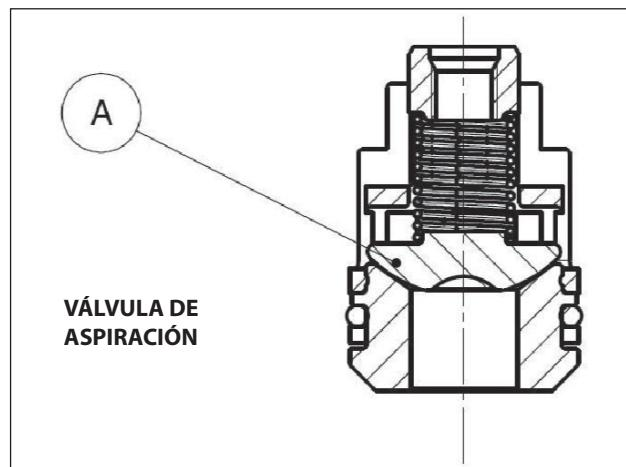
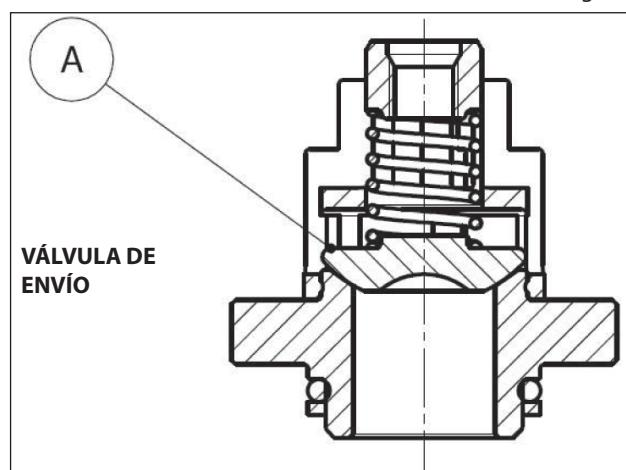

Fig. 26
Fig. 27
- 2. En las versiones HF18 – WK355 poner atención para no invertir las válvulas esféricas de aspiración con la de envío "A" (Fig. 26, Fig. 27), pos. dib. desglosado 46, como se indica en el capítulo 16 del *Manual de uso y mantenimiento*.**